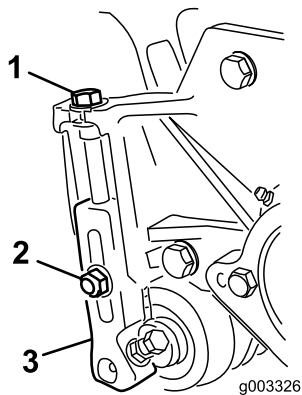

Figura 16
- 1. Allentate i dadi di bloccaggio che fissano le staffe di regolazione dell'altezza di taglio sulle piastre laterali dell'apparato di taglio (Figura 16).